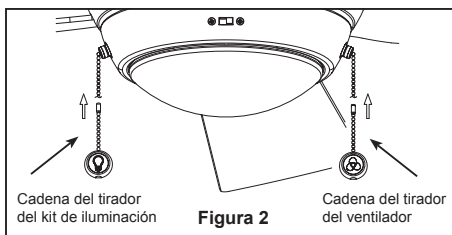

Figura 2
- ☐ 2. Instale la cadena del tirador del ventilador y cadena del tirador del kit de iluminación. (Figura 2)